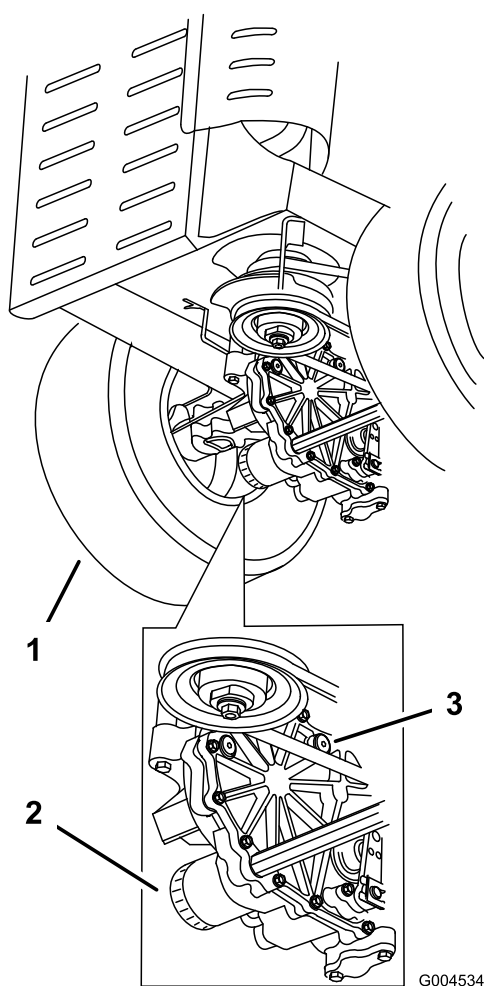

Figura 51
4. Limpie cuidadosamente la zona alrededor de los filtros. Es importante que no entre ningún tipo de suciedad o contaminación en el sistema hidráulico (Figura 51).
5. Desenrosque los filtros y deje que se vacíe el aceite del sistema de transmisión (Figura 51).